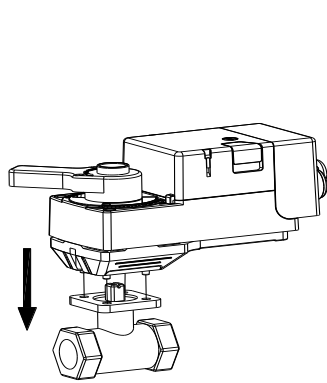

图 5
- (3) 如图 5, 将连接件定位柱对准阀体上法兰盘定位孔卡入, 并确保连接杆完全套住阀杆(手柄不会向上顶出)。